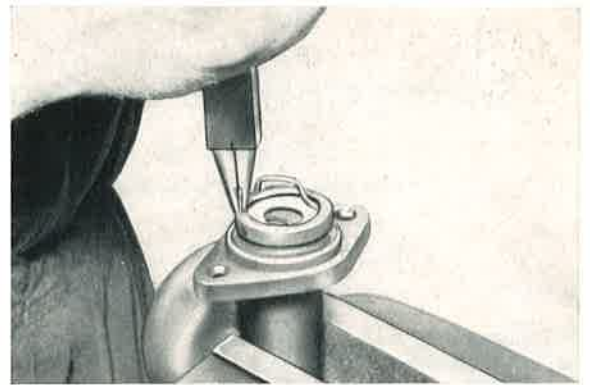

Bild 491: Die Sprengfeder ist beim Herausnehmen gegen Wegspringen u. Verlust durch ein Tuch abzudecken.
2. Sprengfeder herausnehmen (Spitzzange) (Bild 491).